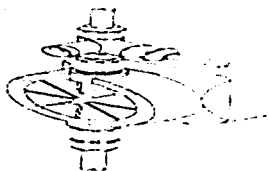

fig. 3.2.1. Válvula de purga
- c) Cierre la válvula de purga de aire girando la perilla de ajuste en el sentido de las manecillas del reloj. (ver fig. 3.2.1.)